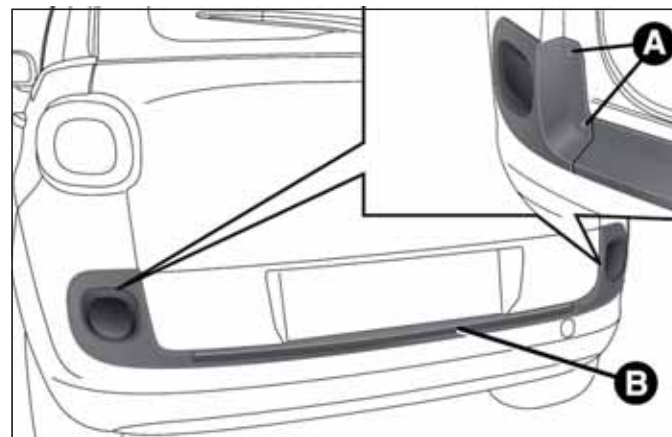

fig. 188
- ☐ abrir el maletero, quitar el marco embellecedor, aflojar los cuatro tornillos de fijación A fig. 188 y retirar el grupo óptico B;
- ❑ volver a montar correctamente el grupo óptico B fig. 188 apretando los cuatro tornillos de fijación A, a continuación cerrar el maletero.